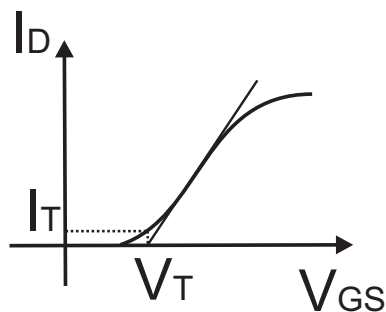

Figura 17:
La ecuación (13) se puede linealizar si  $V_{DS}$  toma valores pequeños. De esta forma, para valores bajos de la tensión de drenador  $V_{DS}$ , y manteniendo ésta fija, la representación  $I_D$  en función de  $V_{GS}$  proporciona una curva donde el punto de máxima pendiente guarda información de la tensión umbral  $V_T$  (figura 17):
Como estamos trabajando con un modelo hay ciertas regiones que se apartan del mismo. Se suele introducir el parámetro corriente umbral  $I_T$  (véase figura 17) para caracterizar la región de tensiones  $V_{GS}$  próximas a la tensión umbral, donde el modelo dice que  $I_D = 0$ . Determinéese también este nuevo parámetro.